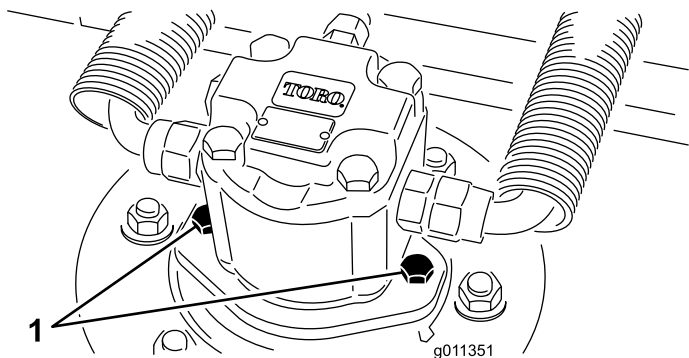

図 92
2. デッキから油圧モータを外す図 92。異物がつかないように、スピンドル上部にはカバーを掛けておく。
4. デッキに油圧モータを取り付ける 図 92。Oリングを忘れずに、また、損傷させないように注意して取り付ける。